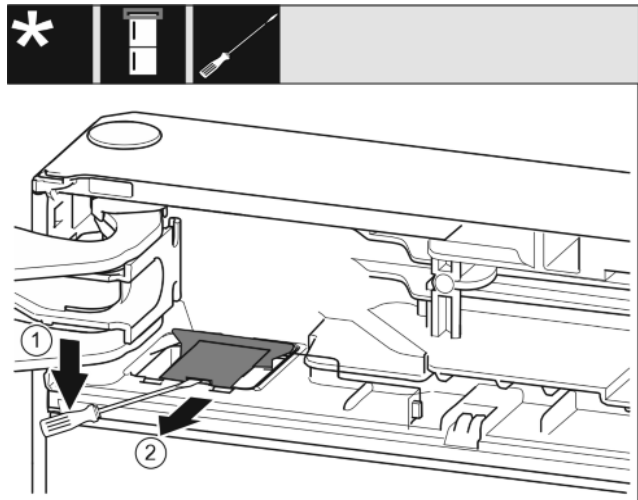

Fig. 8
- ▶ Mit einem Schlitzschraubendreher die Abdeckung austragen und aufheben. Fig. 8 (1)
- ▶ Abdeckung herausnehmen. Fig. 8 (2)